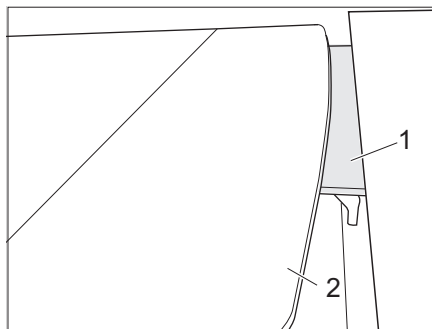

Fig. 112 Abaisser la table
- Basculer le plateau de la table (Fig. 112,2) vers le bas sur le bord d'appui (Fig. 112,1).